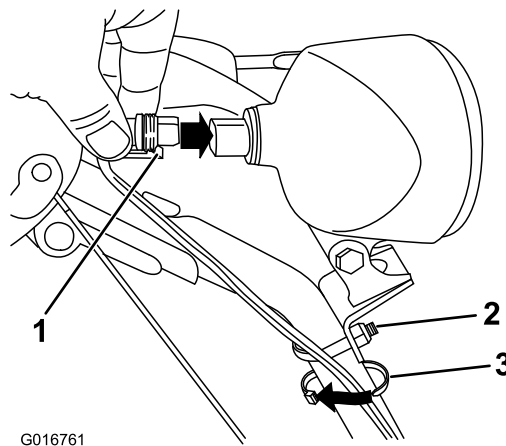

Bild 18
1. Setzen Sie den Kabelanschluss am losen Ende des Kabels gerade hinten in die Scheinwerfereinheit ein, bis er fest sitzt (Bild 18).
Hinweis: Achten Sie darauf, dass der Kunststoffclip am Kabelanschluss unten ist (Bild 18).
- Befestigen Sie eine Kabelbinde (von den losen Teilen) ungefähr 2,5 cm unter der U-Schraube um das Kabel und den Griff (Bild 18).